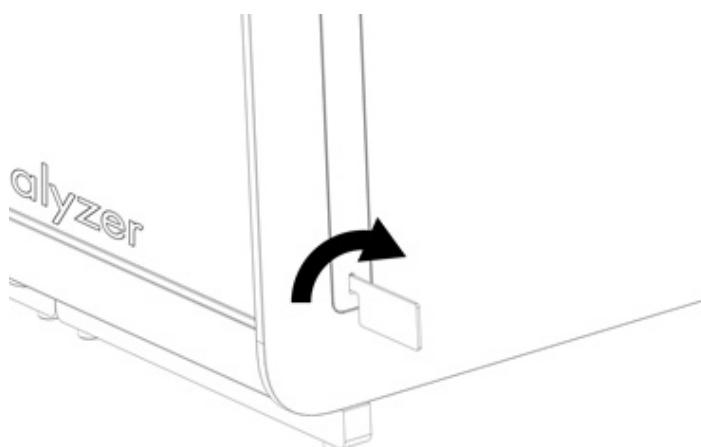

Figura 13. Rimozione dei coperchi di protezione.
- 1e. Rimuovere i coperchi di protezione dal lato del modulo analitico, vale a dire il punto in cui deve essere collegato il modulo analitico aggiuntivo (Figura 13).